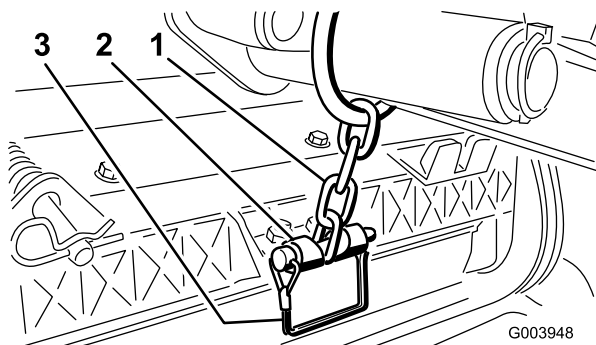

Рисунок 12
14. Прикрепите цепь подъемного рычага к кронштейну цепи с помощью стопорного штифта (Рисунок 12).